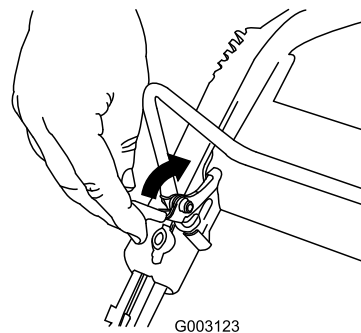

Figure 20
1. Tirez le verrou de la barre de commande en arrière (Figure 20).